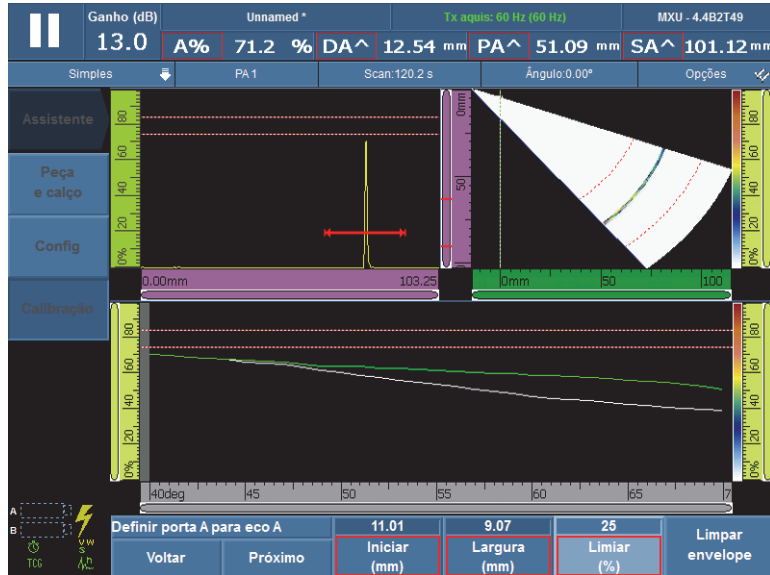

Figura 5-22 Ajuste a porta A sobre o envelope do sinal
6. Na etapa **Ajustar porta A sobre eco A**, proceda da seguinte forma (veja Figura 5-22 na página 163):